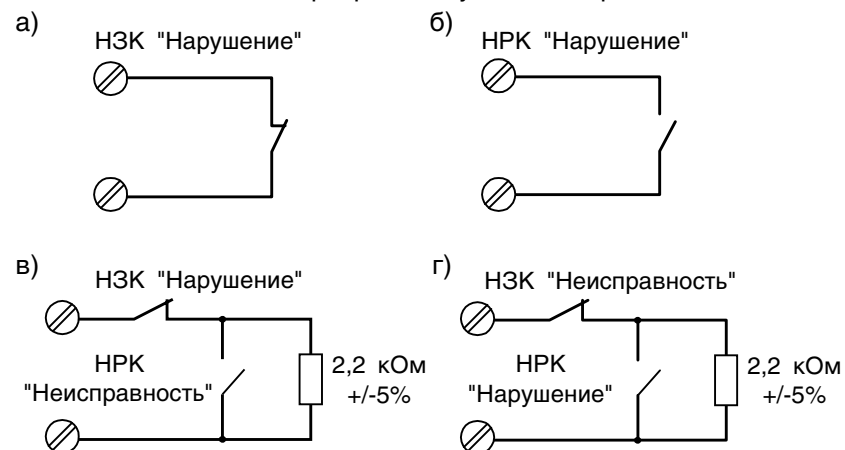

Рис. 3. Возможные варианты схемы шлейфа
- Нормально замкнутый шлейф (НЗШ, рис. 3, а). Различаются следующие состояния:
- Нормально разомкнутый шлейф (НРШ, рис. 3, б). Различаются следующие состояния:
- Шлейф с оконечным резистором и НЗК (рис. 3, в). Различаются следующие состояния:
- Шлейф с оконечным резистором и НРК (рис. 3, г). Различаются следующие состояния: